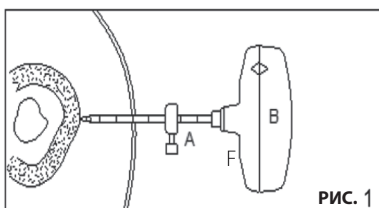

РИС. 1
РИС. 1 В зависимости от глубины кости, к которой нужен доступ, отрегулируйте глубиномер на режущей канюле (A) до соответствующей сантиметровой отметки и затяните, чтобы обеспечить визуальную направляющую. Вводите, поворачивая собранную режущую канюлю, стилет и ручку (A+B+F) против часовой стрелки до контакта с костной поверхностью.